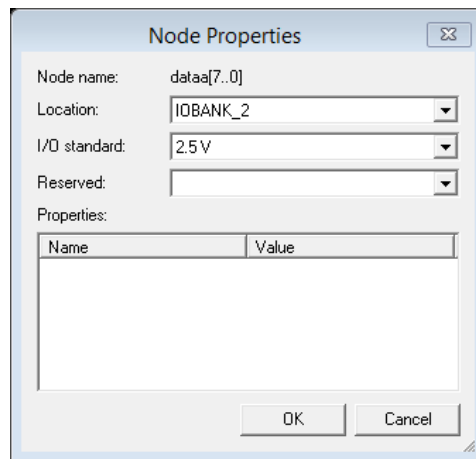

Рисунок 58. Вікно редагування властивостей виводу
1.7. У вікні **Groups List**, натисніть праву клавішу миші на шині **dataa** і виберіть команду **Node Properties** з контекстного меню (рис. 58). У діалоговому вікні **Node Properties** в рядку **I/O standard** для шини **dataa** встановіть значення **2.5 V**. Натисніть **OK**.